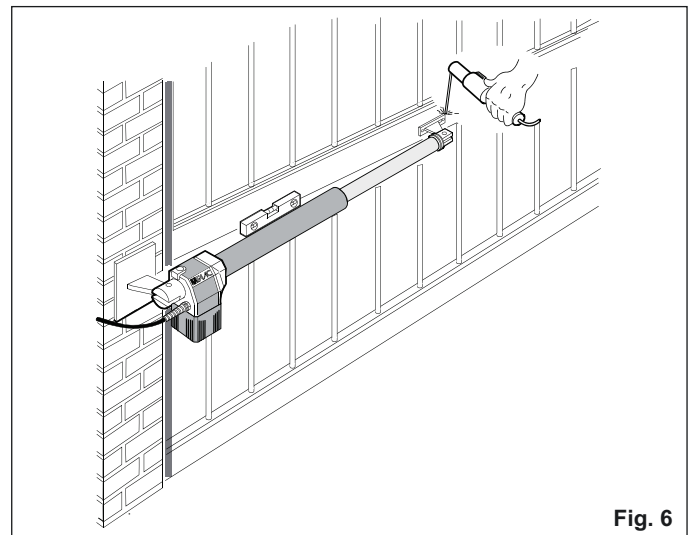

Fig. 6
8. Fechar a folha do portão e, mantendo o operador na posição perfeitamente horizontal, identificar na folha a posição do engate dianteiro (fig. 6).